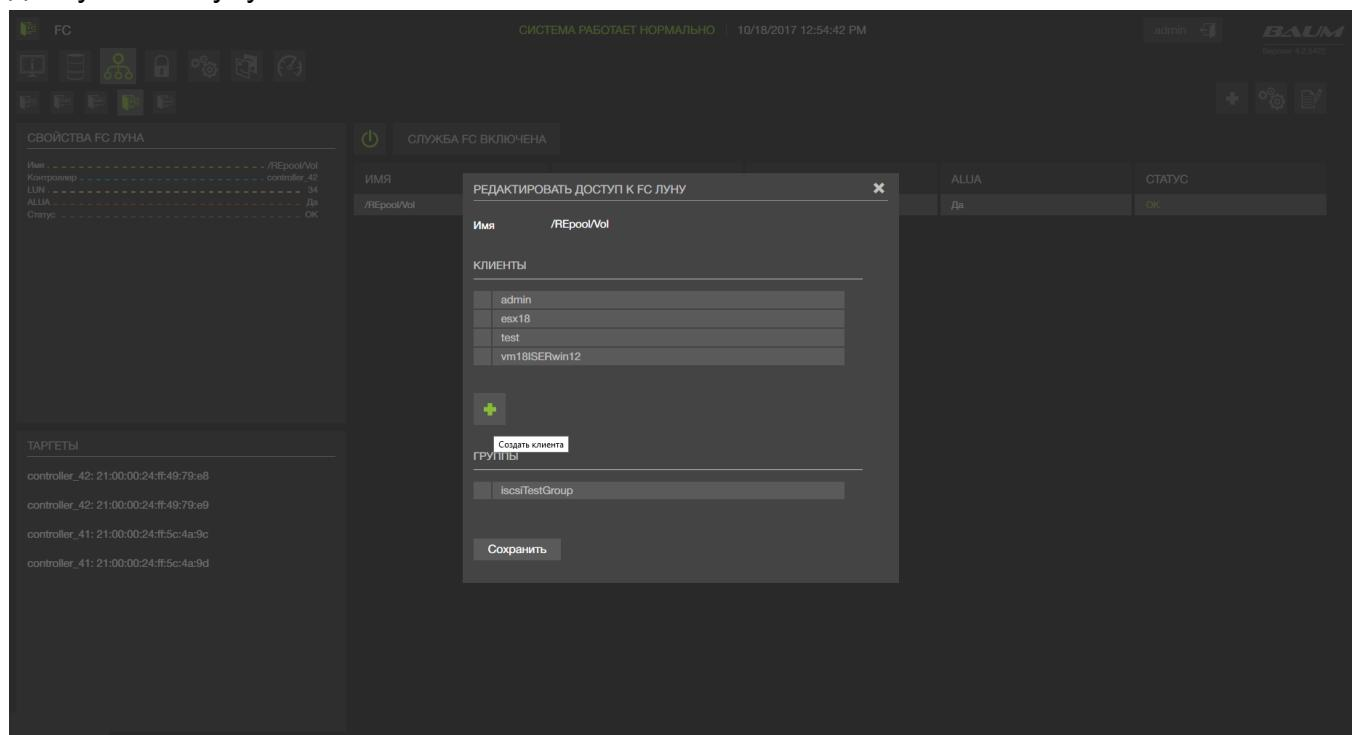

Рисунок 72 – Редактировать доступ к FC луну
- 3) Нажать на кнопку «Редактировать доступ к FC луну» (см. Рисунок 72)